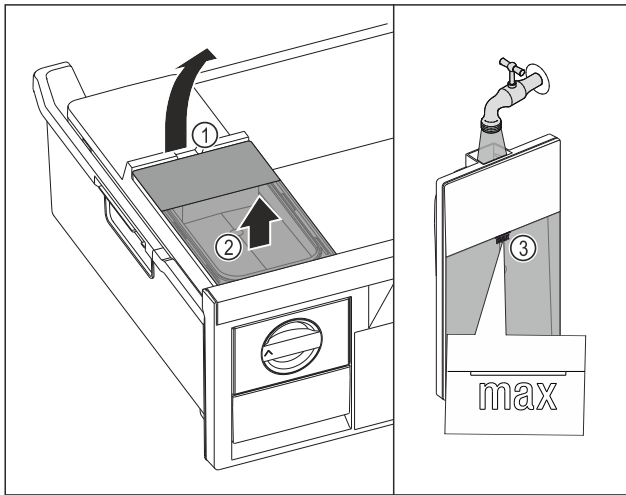

Fig. 151
- Podignite spremnik za vodu na otvoru Fig. 151 (1).
- Izvadite spremnik za vodu prema gore. Fig. 151 (2)
- Spremnik za vodu napunite pitkom vodom do oznake Fig. 151 (3).